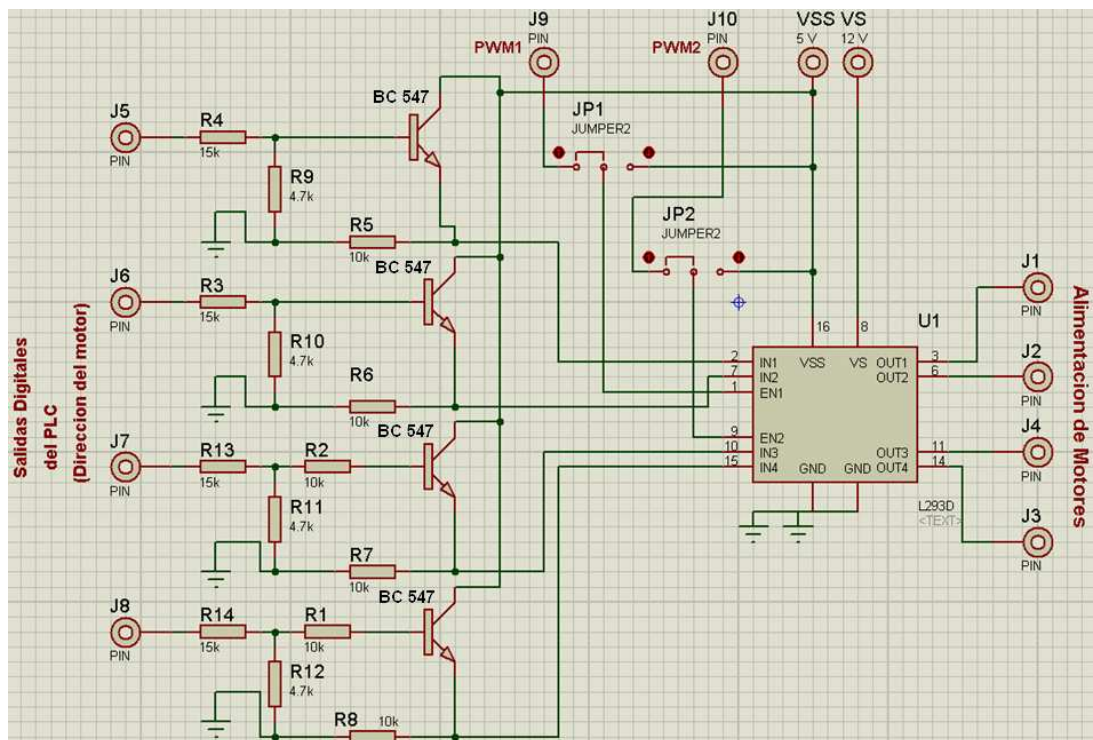

Figura 4.3. Circuito de control de dos motores mediante puente H conectado a salida digital de PLC.
- Pines de alimentación de motores conectado al PLC mediante una interfaz de potencia la cual se muestra en la Figura 4.3.
Dado que el control del sentido de giro será habilitado por el PLC y este último entrega 24 VDC con una corriente de 20 [mA] a través de sus salidas del módulo digital, se debe hacer un acoplamiento entre el PLC y el integrado L293D, pues el integrado requiere más corriente para habilitar sus pines. Además se requiere bajar el voltaje de 24 a 5 [V], para ello se hace uso de un arreglo de resistencias como divisor de voltaje, y posteriormente se eleva la corriente usando un transistor NPN BC 547 para enlazarlo al integrado, como se muestra en la Figura 4.3.